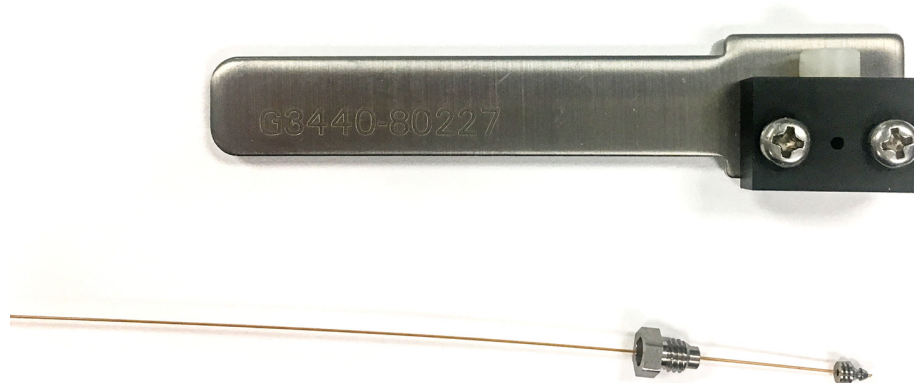

図 7. 内部ナット、フェラル、カラム固定用ツールにカラムを通す
- 3 内部ナットとフェラルにカラムを通します (図 7 参照)。